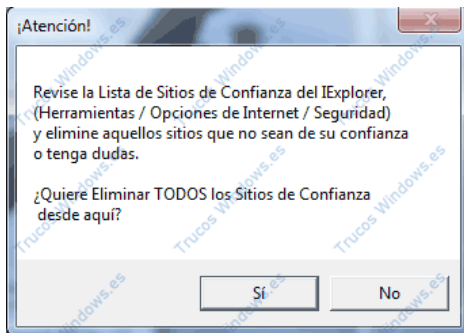

FIGURA 7
4. Nos pregunta si queremos eliminar todos los sitios de confianza. Como se supone que son de confianza porque los hemos puesto nosotros, podemos elegir "No", en caso de duda, clic en "Sí" (Figura 7).